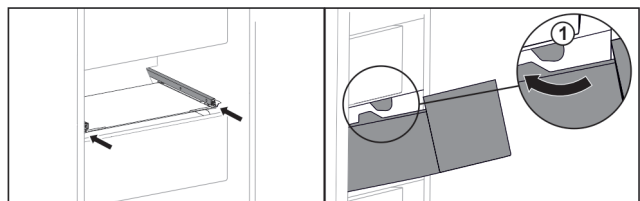

Fig. 149
- ▶ Обведите выдвижной ящик вокруг стопора *Fig. 149 (1)*.